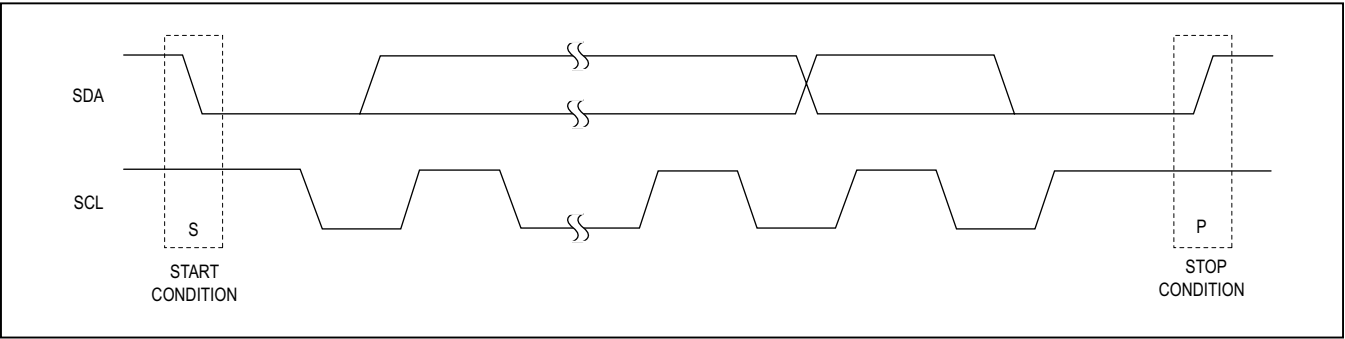

图27. START和STOP条件
接口空闲时SCL和SDA均为高。当SCL为高电平时，主机通过将SDA从逻辑高拉至逻辑低电平产生START(S)条件，表示传输开始信号(见 图27)。当主机完成与从机通信后，主机在SCL为高电平时驱动SDA由低电平跳变到高电平，发出一个STOP (P)条件。此时，总线就绪，可进行下一次传输。